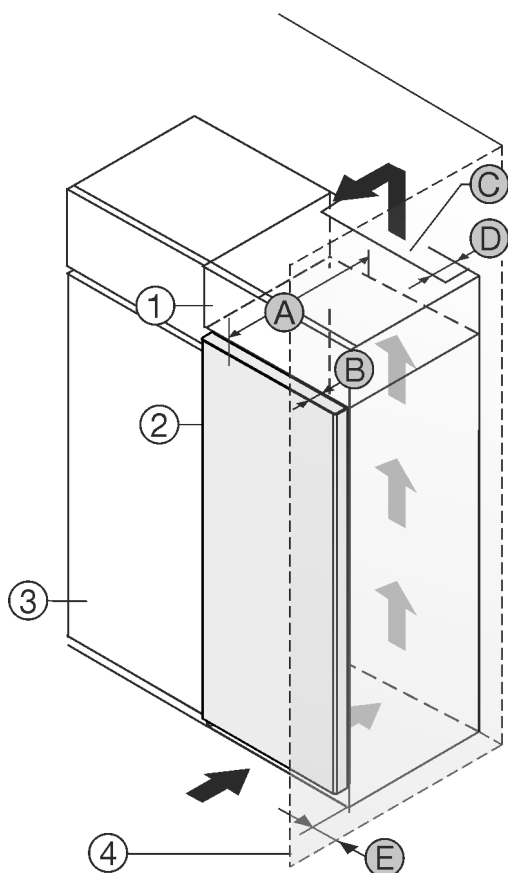

Fig. 1
Поставете уреда непосредствено до кухненския шкаф Fig. 1 (3).*
Поставете уреда с разстояние от 5 cm между уреда и кухненския шкаф Fig. 1 (3).*
От задната страна на шкафа-пристройка трябва да има вентилационен отвор с дълбочина Fig. 1 (D) по цялата ширина на шкафа-пристройка.*
Под тавана на помещението трябва да е спазено сечението за вентилация Fig. 1 (C).*
Когато уредът се поставя с пантите до стена Fig. 1 (4), разстоянието между уреда и стената трябва да е поне 40mm. Това отговаря на разстоянието, с което дръжките стърчат при отворена врата.*